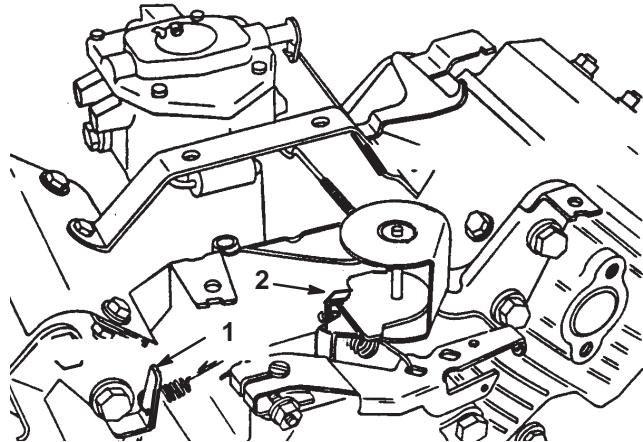

Figure 45
3. Courbez la languette d'ancrage du ressort de ralenti régulé (Fig. 45) pour obtenir un régime de ralenti de 1450 ± 50 tr/min. Vérifiez le régime avec un compte-tours.
5. Réglez la manette d'accélérateur en position Régime maximum. Courbez la languette d'ancrage du ressort de régime maximum (Fig. 45) pour obtenir un régime maximum de 2850 ± 50 tr/min.